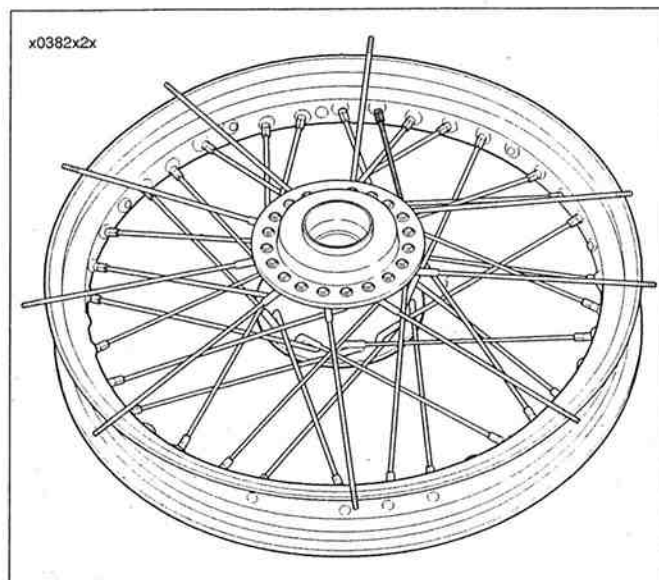

Figura 2-41. Rayo inicial – exterior del reborde superior
17. Vea la Figura 2-41. Termine de colocar los rayos exteriores del reborde superior (cabeza corta). Apunte los rayos exteriores (cabeza corta) del reborde superior a la izquierda asegurándose de que cada uno cruce cuatro rayos interiores antes de fijarlos al aro.